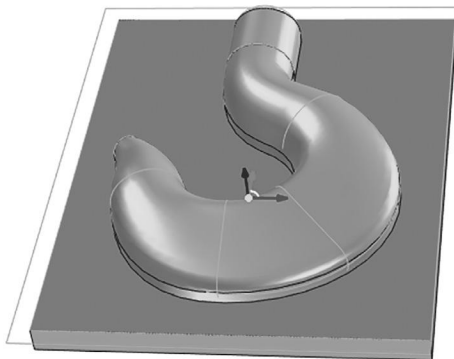

图 1-1-8 吊钩曲面颜色渲染结果
(1) 单击“打开”按钮，弹出“打开”对话框，在 CAXA CAM 制造工程师 2022 的安装目录下，找到“Samples”文件夹，打开“吊钩”文件。
(2) 在状态栏中将拾取过滤由“任意”改为“面”，框选吊钩曲面，单击鼠标右键，在弹出的快捷菜单中选择“智能渲染”命令，弹出“智能渲染属性”对话框，选择实体颜色为黄色，渲染结果如图 1-1-8 所示。